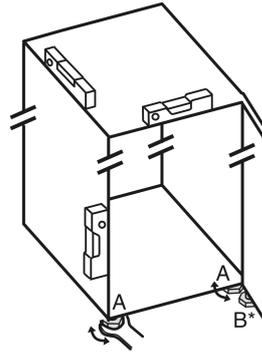

Fig. 8
- ▶ Odvrnite podesive nožice Fig. 8 (A) priloženim viličastim ključem i libelom prema van dok uređaj ne stoji čvrsto i ravno.
- ▶ Odvijte podesivu nožicu Fig. 8 (B) na podlošku ležaja priloženim viličastim ključem dok se ne podupre o pod.
- ▶ Nastavite okretati podesivu nožicu Fig. 8 (B) za 90°.